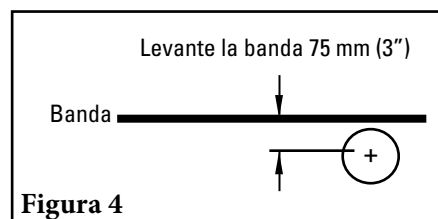

Figura 4
aproximadamente 75 mm (3") donde se instalará el alineador (Figura 4).
4. Ajuste los rodillos sensores para que estén a 25 mm (1") de la banda en cada lado. Ajuste al girar los tornillos "C" (Figura 4).